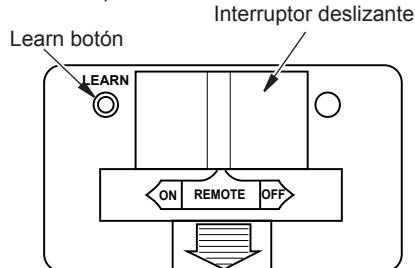

Figura 28 - Receptor
2. Coloque el interruptor de deslizamiento en el receptor en la posición REMOTE (consulte Figura 28).
4. Pulse el botón ON en el control remoto (consulte Figura 28). Se produce una serie de sonidos audibles. El dispositivo debe encenderse.